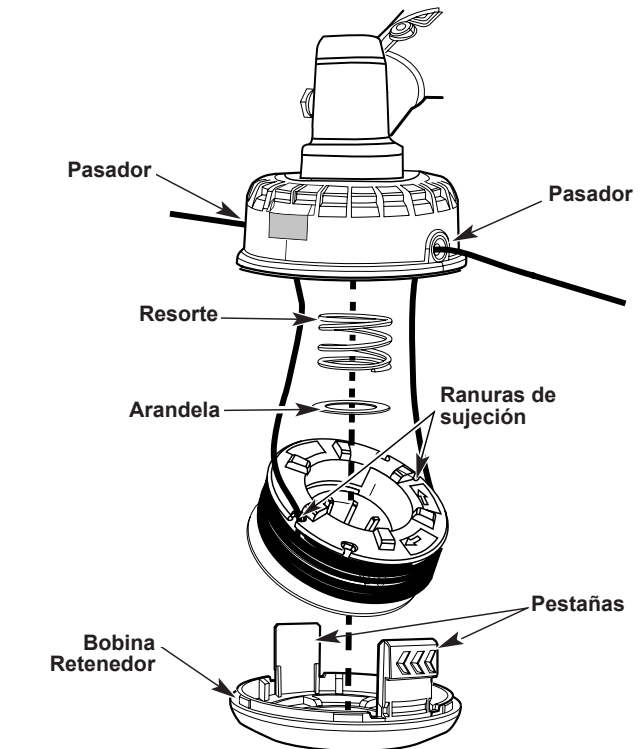

Fig. 14
1. Presione las lengüetas hacia adentro en la parte lateral del retenedor de la bobina y tire para retirar (Fig. 14).
5. Instales el retenedor de la bobina presionando las lengüetas dentro de las ranuras y empujando hacia abajo en la bobina hasta que el retenedor de la bobina encaje con un clic en su lugar. (Fig. 14).
6. Coloque las líneas en las ranuras de sujeción de la bobina (Fig. 14).